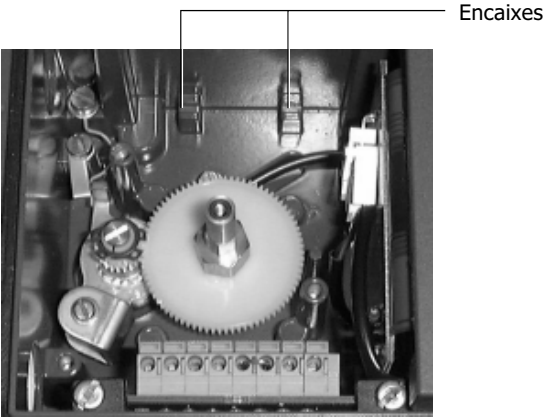

Fig. 11
4.3.10 Solte os suportes de fixação de plástico. Agora coloque a placa dentro da caixa do SP2, certificando-se de que está correctamente dentro dos encaixes da parte inferior da caixa (ver Fig. 11). **Nota:** a placa deve ser colocada com os terminais para cima.